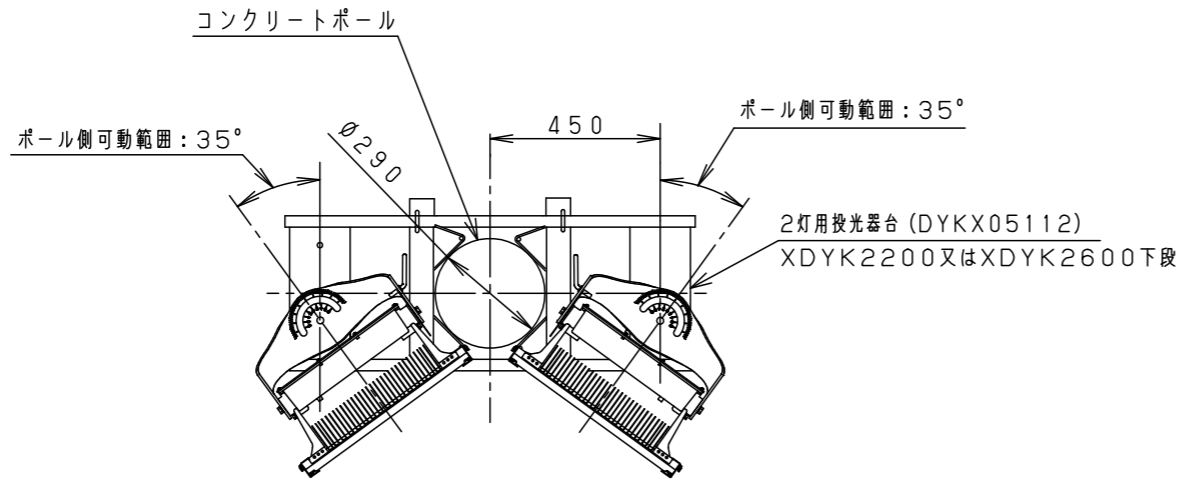

図1. 2灯用投光器台 (DYKX05112) に取付時の注意事項
- 水平面・壁面（上下）・傾斜面に取り付け可能です。但し、壁面（上下）・傾斜面取り付けの場合、横向き設置はしない。（図1参照）屋外で使用時、フィルタ側を水平上向きに設置しない。（図2参照）浸水による感電・火災の原因となります。